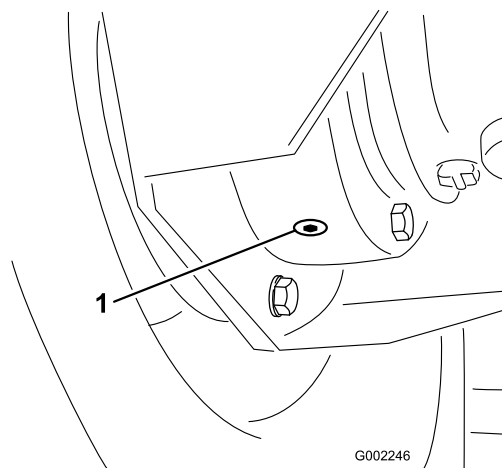

Bild 81
4. Stellen Sie eine Wanne unter die innere Ablassschraube und nehmen Sie sie ab (Bild 81).